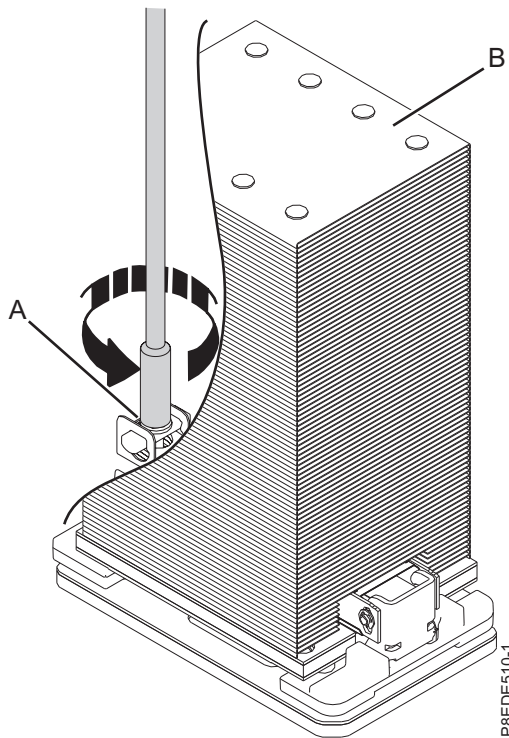

Figure 3. Retrait du dissipateur thermique
- a. Desserrez la vis de fonctionnement du dissipateur thermique en tournant le tourne-écrou de 5,5 mm fourni (référence 43W3032) dans le sens contraire des aiguilles d'une montre **(A)** jusqu'à ce que la vis soit desserrée et complètement libérée, comme illustré dans la figure 3, à la page 6.